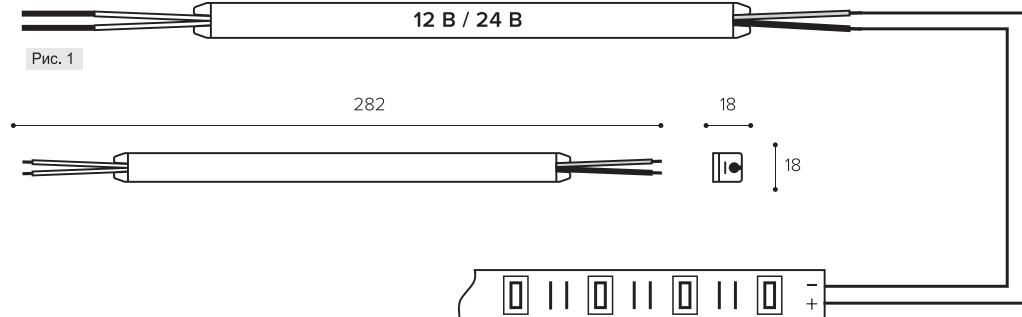

Рис. 2
4. Подключите светодиодный светильник или светодиодную ленту к блоку питания, соблюдая полярность «+» и «-» (Рис. 2).